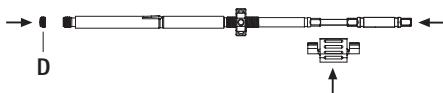

Fig. 12
- ▶ Introduzir a chave de fendas no tubo interno, proteger com o espaçador e inserir o parafuso de travagem D, ver Fig. 12.